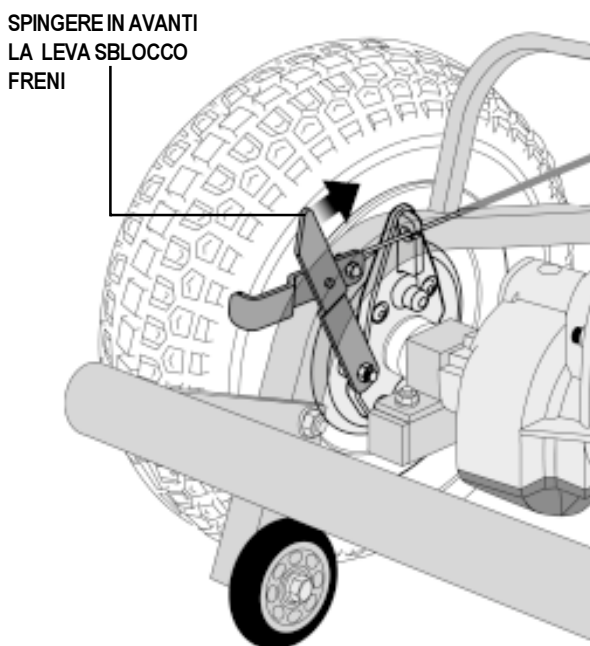

Figura 25. Disconnessione del cavo del freno a mano
8. Scollegare il cavo del freno a mano dal mozzo posteriore spingendo in avanti e tenendo premuta la leva di sblocco freni con il pollice. Si veda figura 25. Sollevare il gancio di sblocco cavi liberandolo dal perno e sganciare il cavo del freno a mano dal proprio alloggiamento nel gruppo freni. Si veda figura 25a. Spostare il cavo per evitare impigliamenti.